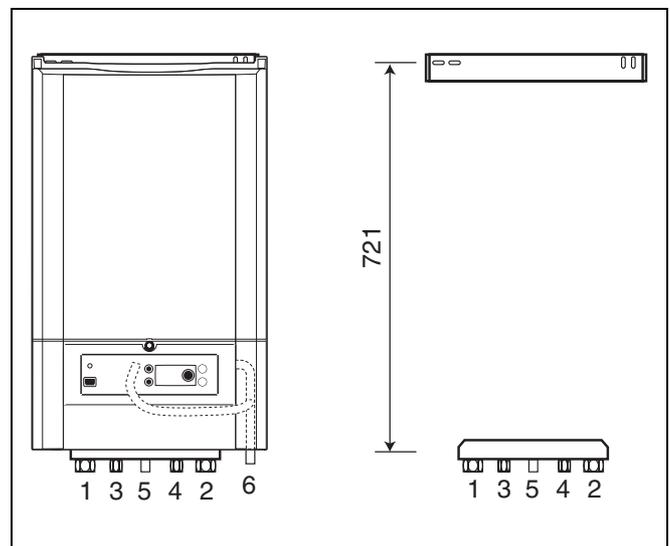

Fig. 5 Piastra di collegamento per il montaggio e collegamenti
- Montare i giunti (1 e 2: G $\frac{3}{4}$ ", 3 e 4: G $\frac{1}{2}$ " e 5 (Gas): G1" ingombro) sull'apparecchio (fig. 5).
- Collegare l'apparecchio al lato inferiore della piastra di collegamento per il montaggio (fig. 5).
I collegamenti delle tubazioni di mandata e di ritorno dell'impianto di riscaldamento si trovano sul lato inferiore dell'apparecchio (fig. 5). Le dimensioni di collegamento sono riportate nel capitolo 4.
È possibile collegare l'apparecchio ad un accumulatore-produttore di acqua calda separato mediante una valvola a tre vie (fig. 5, pos. 3 e 4). Se alla caldaia non viene collegato alcun accumulatore, sul collegamento di mandata VS e ritorno RS (fig. 5, pos. 3 e 4) dovrebbe essere montato un tubo di bypass (optional).
Sul lato del circuito di riscaldamento, l'apparecchio con tubazione scarico di Ø30 mm è dotato di una valvola di sicurezza integrata (fig. 5, pos. 6). La tubazione di scarico della valvola di sicurezza si trova sul lato inferiore destro dell'apparecchio. Ha un diametro di 30 mm o superiore e deve essere collegata con pendenza verso la rete fognaria. Se si utilizza la tubazione di scarico della valvola di sicurezza, non è dunque necessaria una valvola di sicurezza nell'impianto.